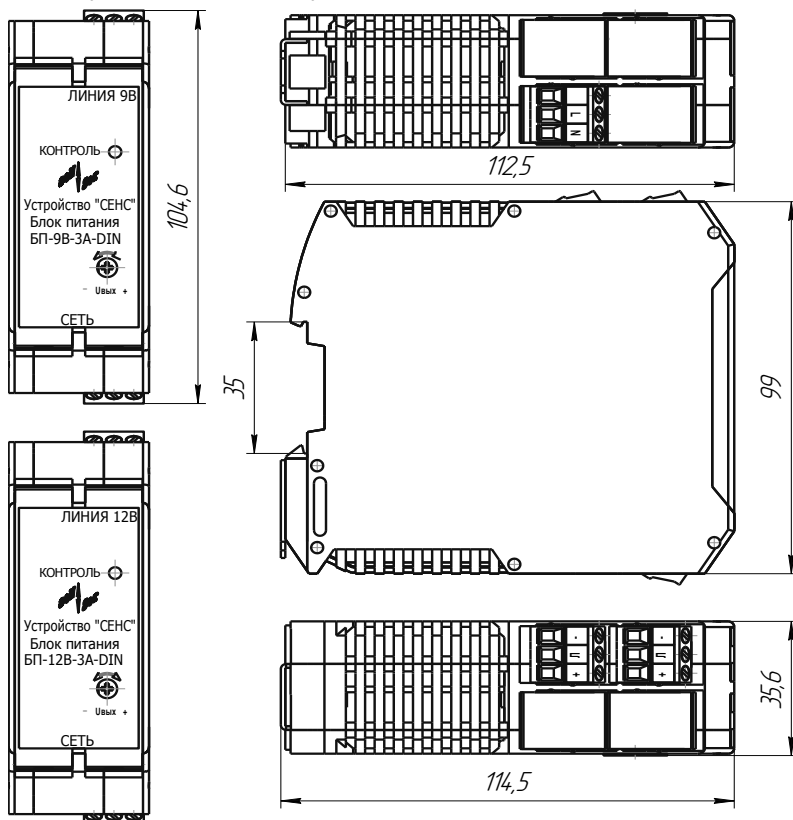

Рисунок 1
2.1.2 Блок питания (рисунок 1) изготавливается в пластиковом корпусе, состоящем из двух боковых частей, соединяемых между собой защелками, лицевой панели, закрываемой откидывающейся прозрачной крышкой. Блок питания предназначен для установки на DIN-рейку типоразмера TH35-7,5 или TH35-15 по ГОСТ Р МЭК 60715. Металлическая защелка для крепления на DIN-рейку расположена на задней грани корпуса. Внутри корпуса размещены платы с электронными компонентами схемы.